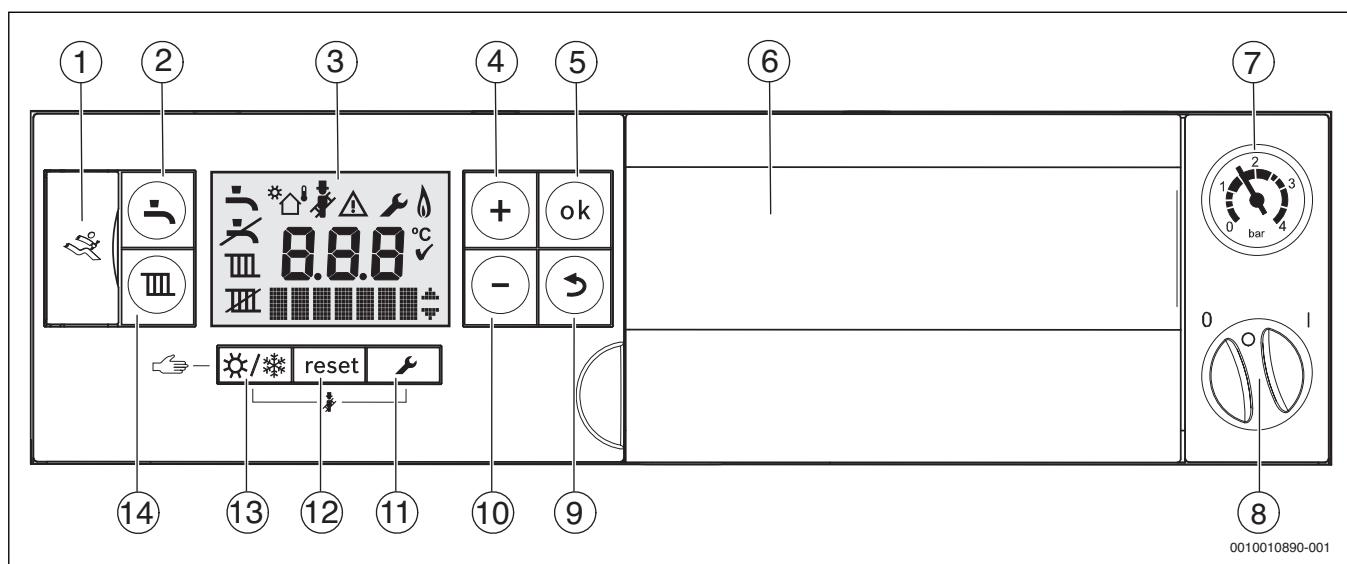

Fig. 1 Tableau de commande avec cache ouvert
- ▶ Démarrer l'appareil avec l'interrupteur marche/arrêt (→ fig. 1). L'écran est allumé et affiche la température de l'appareil.
- ▶ Arrêter l'appareil avec l'interrupteur marche/arrêt (→ fig. 1).
Tab. 1 Symboles d'écran (→ Fig. 1)